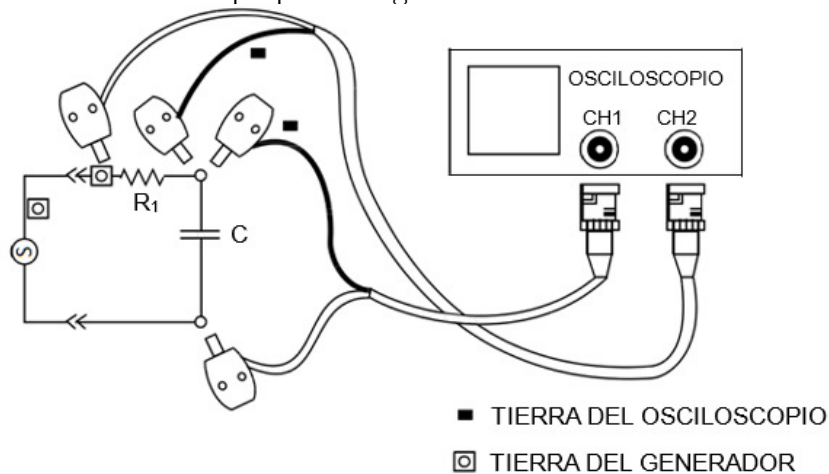
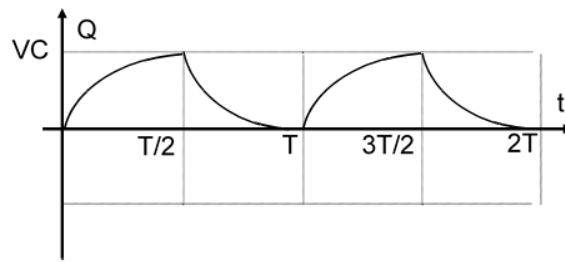
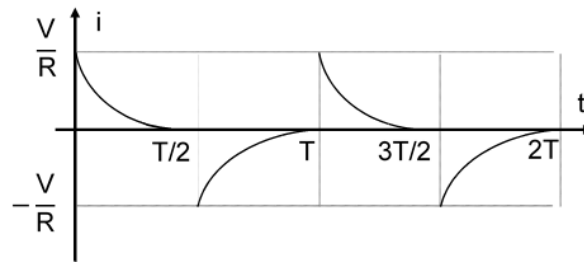

Figura 17.7: Circuito RC con una resistencia conectado al osciloscopio
Figura 17.8: La carga del condensador en función del tiempo.
Figura 17.9: La corriente en la resistencia en función del tiempo.
Si el período de la onda cuadrada (T) es mucho mayor que el tiempo de carga del condensador (τ) y si el generador se conecta al circuito como en la figura 17.7, el generador actúa como una batería automática que se conecta alternativamente a las posiciones 1 y 2 (de la figura 1) cada $T/2$ segundos. Entonces, el condensador experimentará procesos periódicos de carga y descarga. La carga Q en función del tiempo quedará representada por una gráfica como la mostrada en la figura 17.8 y la corriente i en función del tiempo por una gráfica como la mostrada en la figura 17.9.
- 6) Usando los elementos R1 y C1 de la caja de condensadores, establecer el arreglo experimental de la figura 17.7.